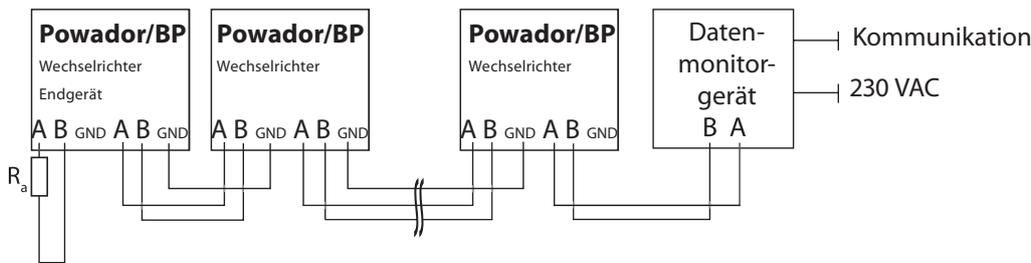

Bild 32: Anschlusschema der RS485-Schnittstelle
- Ader B (+) mit Ader B (+) und GND mit GND (Bild 32 auf Seite 28)